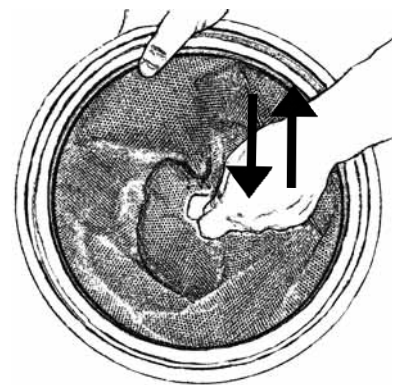

Abb. 22
1. Setzen Sie den gewaschenen/ausgeschüttelten Filter in den Behälter ein, Abb. 22. Stellen Sie dabei sicher, dass der Filterring genau in die Innenseite des Behälters passt. Stellen Sie sicher, dass der Filter richtig herum eingesetzt ist - die Stoffflasche am Filter sollte sichtbar sein.
2. Setzen Sie den Motorfilter wieder in den Behälter ein. Stellen Sie dabei sicher, dass die der Filterring genau in die Innenseite des Behälters passt. Stellen Sie sicher, dass der Filter richtig herum eingesetzt ist - die Stoffflasche am Filter sollte sichtbar sein, Abb. 22.